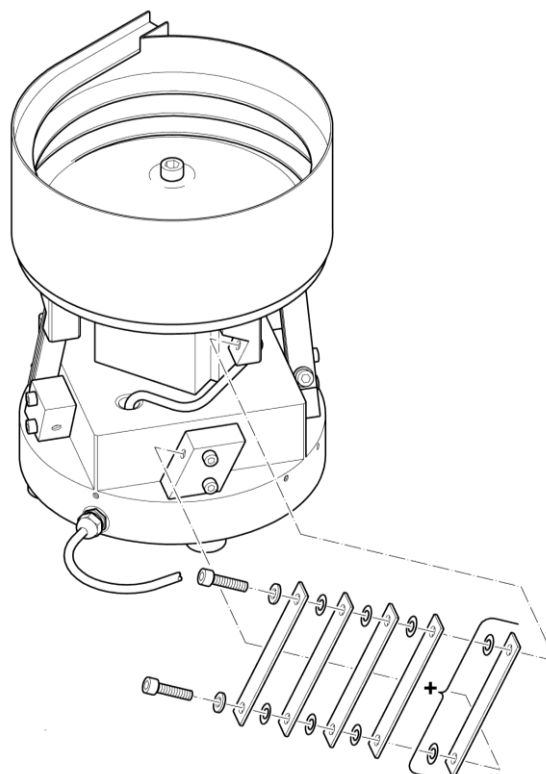

Figure 11
- Si cela ne suffit pas, il faut monter **successivement** un ressort avec une rondelle intermédiaire par bloc-ressort (reg. Figure 11)